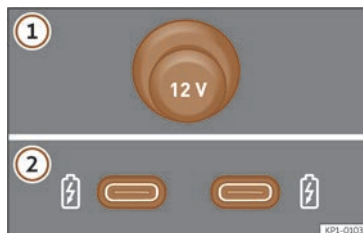

Abb. 170 12-Volt-Steckdosen im Fahrzeug
>>> (Abb. 170)
Je nach Ausstattung und Land kann das Fahrzeug auch über USB-Anschlüsse mit **ausschließlicher Lade- oder Steckdosenfunktion** >>> (Abb. 170) ② verfügen.